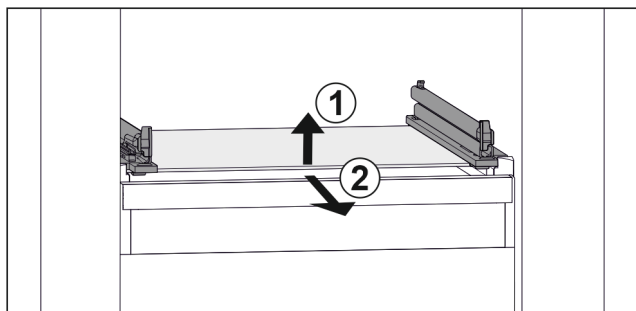

Fig. 43 Representación de la placa de vidrio a modo de ejemplo
- ▶ Levante la placa de vidrio por delante. Fig. 43 (1)
- ▶ Retire la placa de vidrio hacia adelante. Fig. 43 (2)